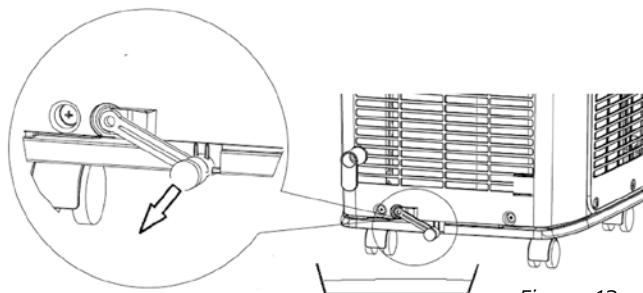

Figura 13
- 4 Togliere il tappo di gomma dal foro di scarico e far defluire l'acqua dal serbatoio ($\pm 0,5$ L), figura 13.